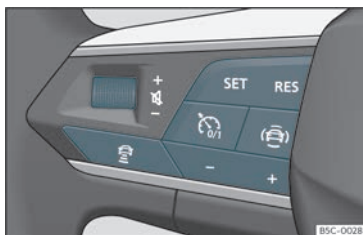

Fig. 159 No volante multifunções: botões para utilizar o ACC
O seu veículo dispõe de ACC se dispõe do menu de configuração no sistema Infotainment»»» Página 93, e se dispõe dos botões próprios da função ACC no volante multifunções»»» Fig. 159.
- Para começar a regulação pressione o botão **SET** >>> **Fig. 159**.
Para programar a velocidade pressione os botões + ou - >>> **Fig. 159** até à velocidade pretendida. O ajuste de velocidade realiza-se em intervalos de 10 km/h (5 mph).
- Pressione o botão  e, em seguida, o botão + ou - >>> **Fig. 159**.